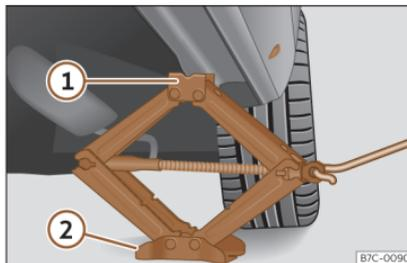

Fig. 39 Longherone: posizionamento del cric del veicolo.
- Ruotare la manovella del cric, posto sotto il punto di appoggio del longherone, per sollevarlo finché la linguetta ① >>> fig. 39 non avrà raggiunto l'alloggiamento previsto.
- Allineare il cric in modo tale che la linguetta ① "si agganci" nell'apposito alloggiamento del longherone e la piastra di base mobile ② resti appoggiata al suolo. La piastra di base ② deve cadere sul lato verticale rispetto al punto di appoggio ①.